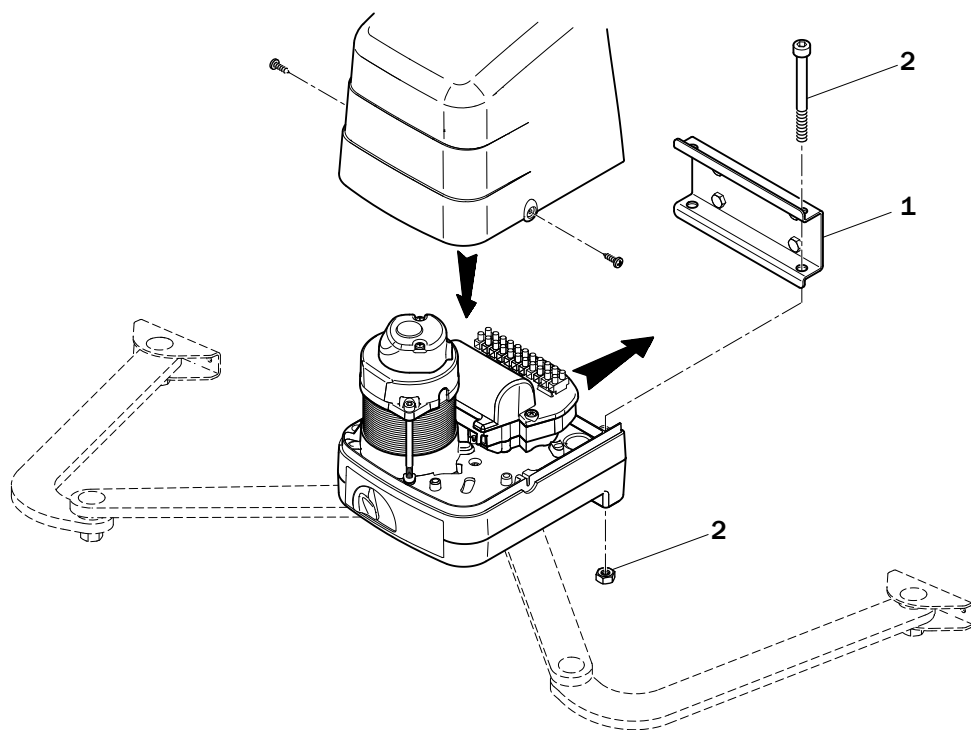

Fig. 1
- Le moteur à bras articulés série H23 peut être installé indifféremment à droite ou à gauche, en l'orientant comme indiqué en fig. 1.
- Fixer le moteur H23 à l'étrier arrière KT209 avec les vis fournies comme indiqué en fig. 1.
- El motor con brazos articulados de la serie H23 puede instalarse indistintamente a la derecha o a la izquierda, orientándolo como se muestra en la fig. 1.
- Fije el motor H23 al soporte trasero KT209 con los tornillos suministrados, como se muestra en la fig. 1.
- O motor com braços articulados série H23 pode ser instalado tanto à direita ou à esquerda, orientando-o conforme mostrado na fig. 1.
- Fixe o motor H23 ao suporte traseiro KT209 com os parafusos fornecidos conforme indicado na fig. 1.